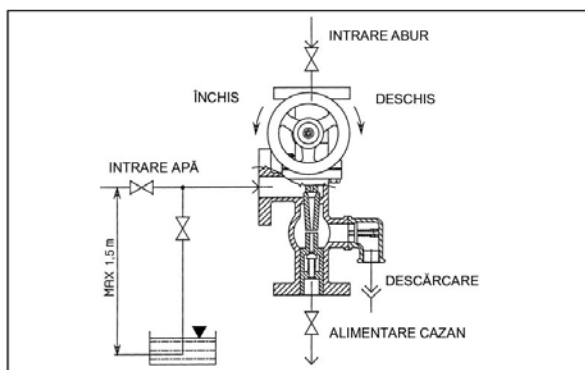

Fig. 6
### INJECTOR (fig. 6)
- pentru cazane cu presiuni superioare valorii de 3 bar, până la 15, al doilea mijloc de alimentare este un injector cu abur (fig. 6).